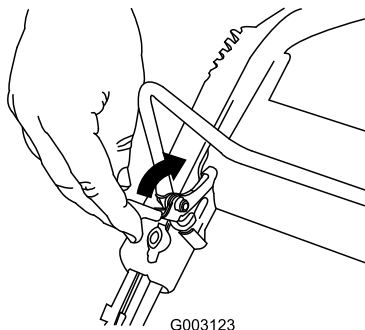

Bild 21
1. Ziehen Sie die Schaltbügelsperre zurück (Bild 21).